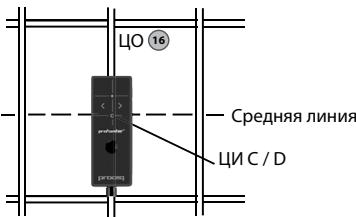

Рисунок 9: Оптимальное положение датчика
- Поместите датчик с кареткой в место на поверхности, с которого собираетесь начать процесс измерения. Рекомендуется располагать датчик в оптимальном положении: ЦИ С / D равноудален от стержней, расположенных параллельно направлению движения датчика, оба прямоугольника в 16 изображены с равными размерами (см. Рисунок 9).
ВНИМАНИЕ! Рекомендуется определить арматурные стержни первого и второго слоя в режиме поиска для определения оптимального начального положения перед измерением в многополосном режиме (см. Рисунок 9). "Выровняв положение арматурного стержня" следует задавать только тогда, когда все стержни проходят параллельно начальной полосе (ось Y). Для больших участков рекомендуется не устанавливать параметр "Вернуться в начало на новой полосе" и измерять полосы альтернативным образом: одну полосу измерять от начала до конца, а следующую полосу – от конца к началу, и т.д.
- Поместите датчик с кареткой в место на поверхности, с которого собираетесь начать процесс измерения. Рекомендуется располагать датчик в оптимальном положении: ЦИ С / D равноудален от стержней, расположенных параллельно направлению движения датчика, оба прямоугольника в 16 представлены с равными размерами (см. Рисунок 9).